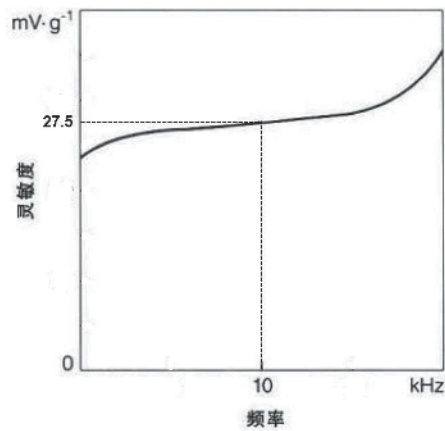

图3-33 特性曲线图
3.3V特征线的输出电压值 U_{out} 如图3-33所示: